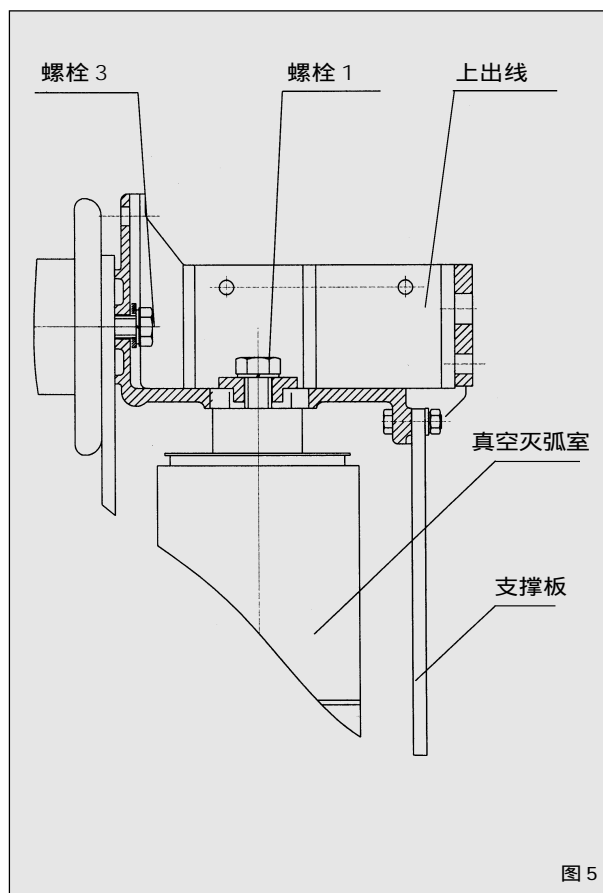

图 5
- (1) 先拆下支撑板,然后拧下上出线与管子连接的螺栓 1,同时拧下上出线与绝缘子的螺栓 3,最后卸下上出线。(见图 5)